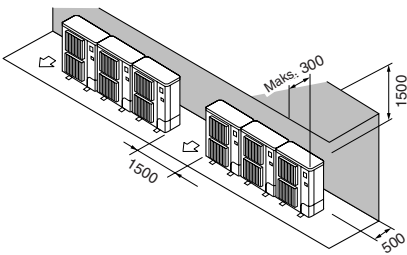

Fig. 2-9
- ② Yalnızca arkadaki ve üstteki engeller (Fig. 2-9)